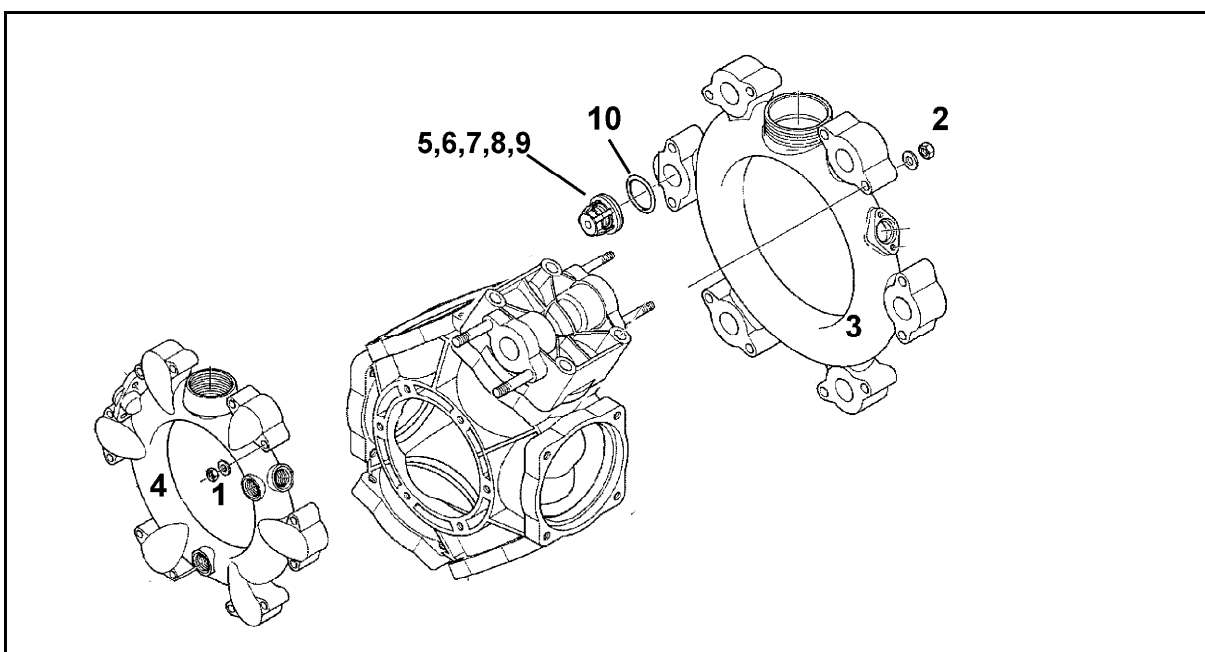

Fig. 157
1. Verifique se o nível de óleo é visível na marca (Fig. 157/1) com a bomba parada e em posição horizontal.
2. Retirar a tampa (Fig. 157/2) e acrescentar óleo caso o nível de óleo não seja visível na marca (Fig. 157/1).
2. Retirar a tampa (Fig. 157/2).
5. Girar o veio de accionamento alternadamente para a direita e para a esquerda e deitar lentamente óleo novo. Foi deitada a quantidade de óleo correcta quando o óleo é visível na marca (Fig. 157/1).
- Preste atenção à respectiva posição de montagem das válvulas do lado de sucção e de pressão, antes de retirar os grupos de válvulas (Fig. 157/5).
- Ao montar, preste atenção para não danificar a guia da válvula (Fig. 157/9). Danificações podem dar origem ao bloqueio das válvulas.
- É absolutamente necessário, apertar as porcas (Fig. 157/1,2) em cruz, com o binário indicado. Um aperto incorrecto dos parafusos dá origem a deformações e, deste modo, a fugas.
2. Retirar as porcas (Fig. 157/1,2).
3. Retirar o canal de sucção e de pressão (Fig. 157/3 e Fig. 157/4).
4. Retirar os grupos de válvulas (Fig. 157/5).
5. Verificar a sede da válvula (Fig. 157/6), a válvula (Fig. 157/7), a mola da válvula (Fig. 157/8) e a guia da válvula (Fig. 157/9) em relação a danificações ou desgaste.
6. Retirar o O-Ring (Fig. 157/10).
8. Montar os grupos das válvulas (Fig. 157/5) após a verificação e limpeza.
9. Aplicar O-Rings (Fig. 157/10) novos.
10. Unir o canal de sucção (Fig. 157/3) e de pressão (Fig. 157/4) por flange à caixa da bomba.
11. Aperte as porcas (Fig. 157/1,2) em cruz com um binário de **11 Nm**.